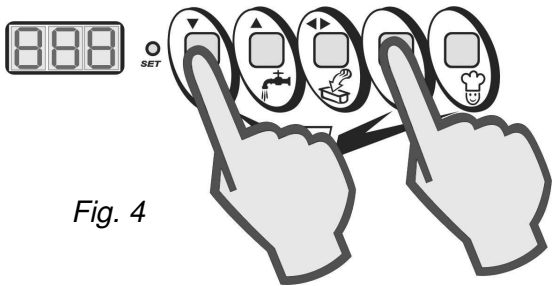

Fig. 4
- Con ciclo en funcionamiento, presione nuevamente las teclas STOP y AUTOMÁTICO (Fig. 4).